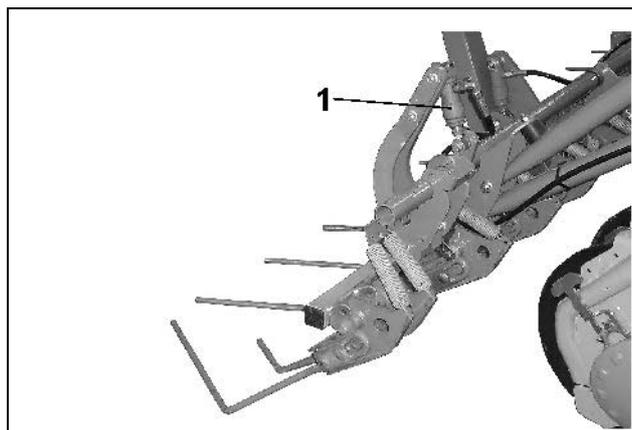
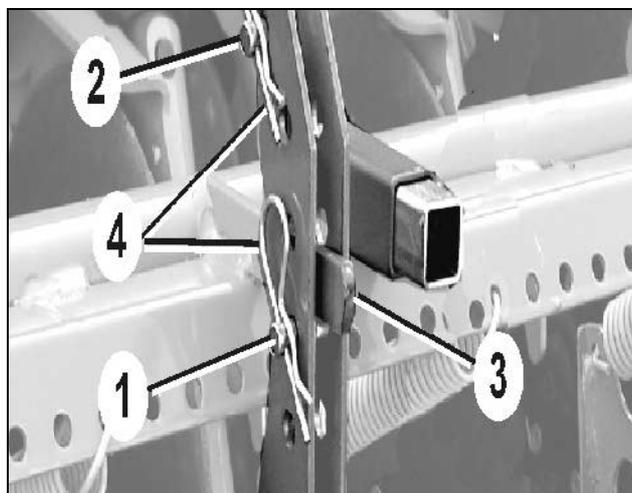

Fig. 88
Fig. 89
En passant d'une zone de sol normal à une zone à sol lourd et vice-versa, la pression du recouvreur FlexiDoigts peut être modulée en actionnant un vérin hydraulique (Fig. 88/1).
Deux axes (Fig. 89/1 et 2) sont brochés dans le segment de réglage et servent de butée au levier (Fig. 89/3). Le levier (Fig. 89/3), actionné par le vérin hydraulique (Fig. 88/1), est en appui contre l'axe I (Fig. 89/1), lorsque le vérin hydraulique est en échappement, et en appui contre l'axe II (Fig. 89/2) lorsque le vérin hydraulique est en pression.
- Mettez le vérin hydraulique (Fig. 88/1) en échappement.
- Introduisez l'axe II (Fig. 89/2) dans l'un des trous du segment de réglage placé au dessus du levier (Fig. 89/3) et goupillez en sécurité avec une goupille agricole (Fig. 89/4).
- Mettez le vérin hydraulique (Fig. 88/1) en pression.
- Introduisez l'axe I (Fig. 89/1) dans l'un des trous du segment de réglage, placé en dessous du levier (Fig. 89/3) et goupillez en sécurité avec une goupille agricole (Fig. 89/4).